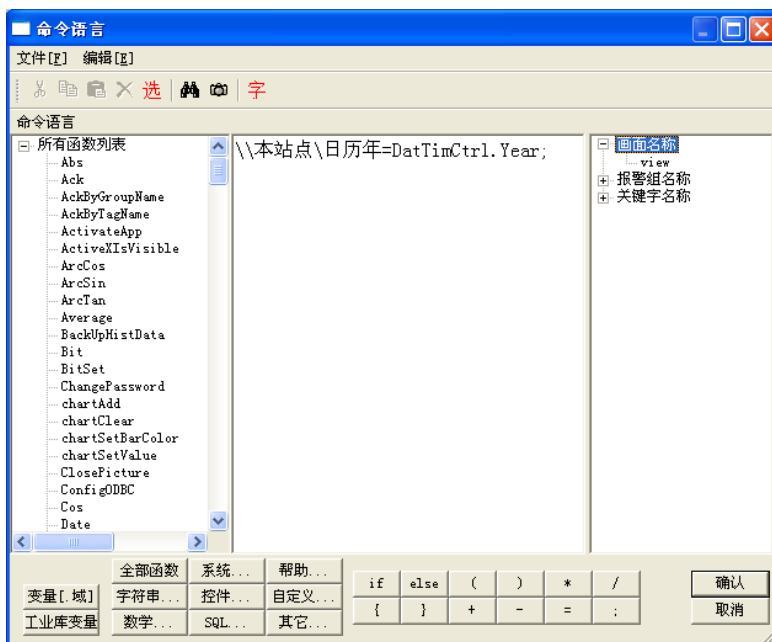

图14.60 在命令语言中引用控件的属性
3、 在属性列表中选择控件的属性，如“Year”，单击对话框的“确定”按钮，或在列表中直接双击该属性，控件属性和方法列表框自动关闭，控件的属性自动添加到命令语言编辑器中。如图14.60所示。